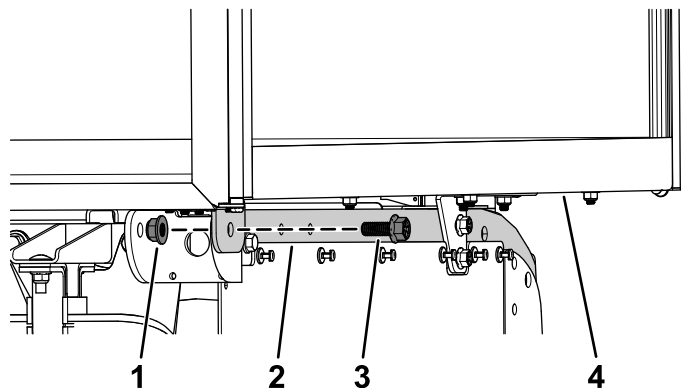

Bild 8
3. Befestigen Sie die Rückseite der Staubox für Nutzfahrzeuge mit einer Bundkopfschraube ($\frac{1}{2}$ " x $1\frac{1}{4}$ ") und einer Bundmutter ($\frac{1}{2}$ ") am Rahmenrohr an jeder Seite (**Bild 8**).